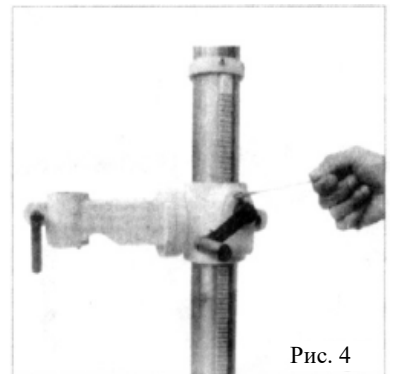

Рис. 4
3. Установите рукоять консоли и стопорный болт. Рис. 4, 5.